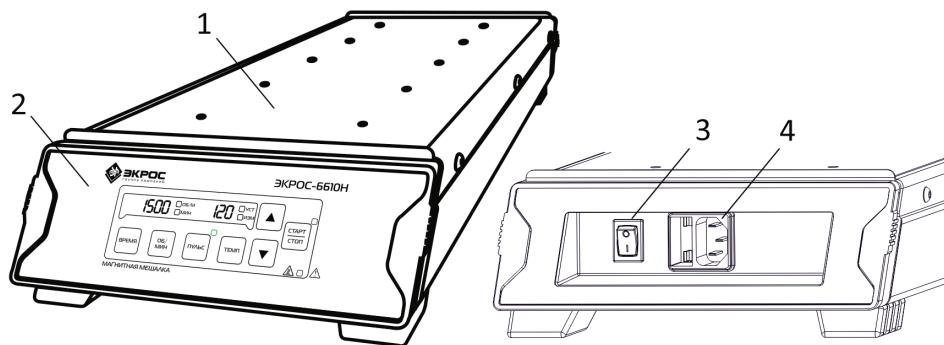
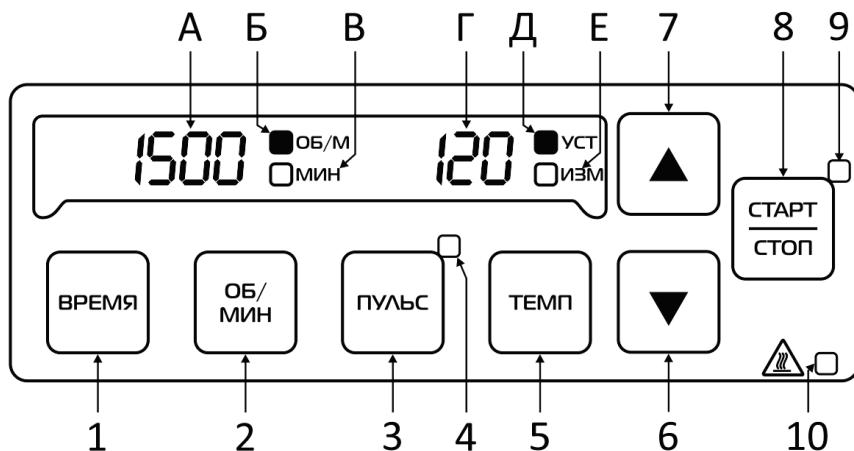

Рисунок 1
Рисунок 2
6.3. Мешалка выполнена в виде моноблока (Рисунок 1), в верхней части которого закреплена нагревательная платформа (1) с расположенной под ней системой вращающихся дисков с магнитами для создания 10-ти источников вращающегося магнитного поля. Панель управления (2) (Рисунок 2) расположена в передней части корпуса. На задней панели корпуса размещены сетевой выключатель (3) и разъём для подключения сетевого кабеля с держателем предохранителя (4). На дне корпуса расположены четыре резиновых ножки. Нагревательная платформа изготовлена из нержавеющей стали, накрытой сверху пластиной из силиконовой резины, на которой отверстиями обозначены центры вращения магнитного поля для удобства позиционирования сосудов. Передняя и задняя панели корпуса изготовлены из химически устойчивого пластика, а сам корпус - из холоднокатаной стали, покрытой порошковой краской, устойчивой к воздействию агрессивных сред, влаги и образованию царапин.
6.4. На панели управления расположены следующие органы управления и индикации (Рисунок 2):
6.4.2. Кнопки (Рисунок 2). Функции кнопок управления и индикаторов приведены в Таблице 1.
- 7.2.5. Подключить мешалку к сети переменного тока. Для этого подключить сетевой кабель и вставить штепсельную вилку в розетку сетевого питания. Сетевой кабель подключается к разъёму в задней части мешалки (поз. 4, Рисунок 1), там же находится держатель предохранителя. В мешалке используется предохранитель 5x20, 5A/250В.
- 7.2.6. Включить питание с помощью сетевого выключателя (поз. 3, Рисунок 1).
- 9.1. Подключить сетевой кабель к разъёму в задней части мешалки (поз. 4, Рисунок 1) и вставить штепсельную вилку в розетку сетевого питания.
9.5. Включить выключатель питания (поз. 3, Рисунок 1).